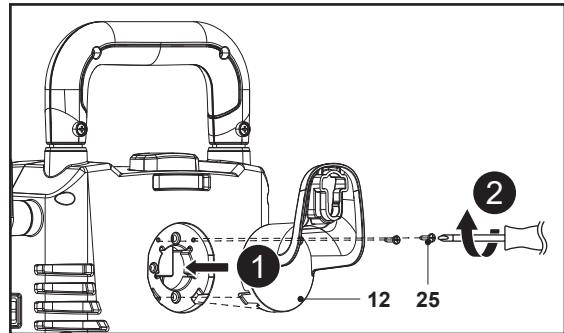

Fig. 2a
2. Insérer les deux clips du support du tuyau haute pression (12) dans les fentes et aligner les trous de montage sur ceux de l'emplacement, puis fixer le raccord avec les deux vis (ST3,5 x 13) (25) à l'aide d'un tournevis cruciforme adapté (non fourni) (Fig. 2a).